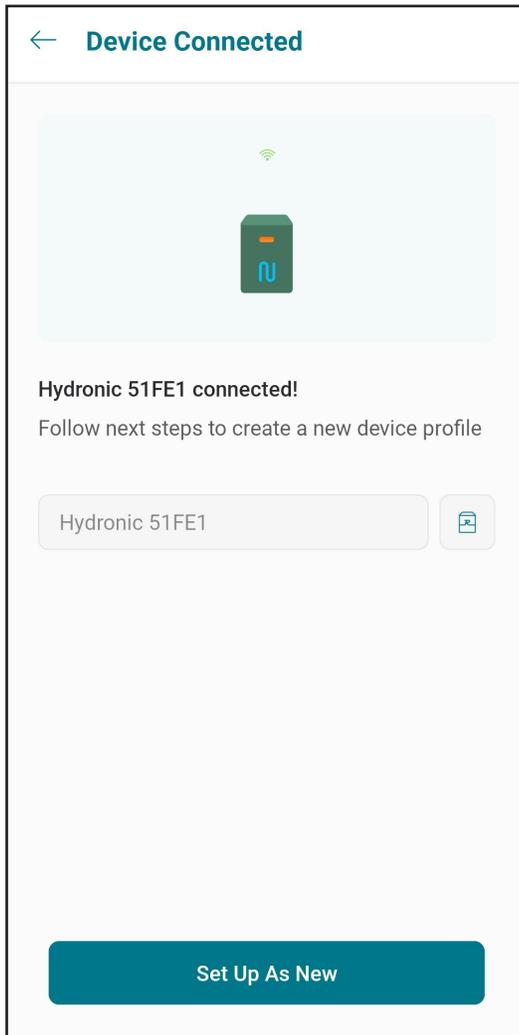

Figure 28. Nommer l'appareil
1. Votre appareil est maintenant connecté au Wi-Fi. Vous pouvez modifier le nom de l'appareil ici, voir **Figure 28**.